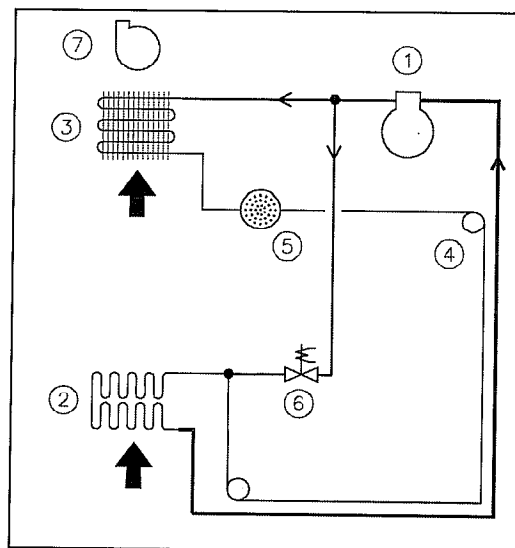

Figura 2 Principio de condensación.
La Figura 2 muestra el principio en el circuito de refrigeración. El aire húmedo es conducido al interior de la unidad mediante el ventilador (7). Cuando el aire pasa a través del evaporador (2) es enfriado por debajo del punto de rocío por lo que parte del vapor de agua que contiene se condensa en agua, la cual es drenada hacia el exterior. Después se hace pasar el aire a través de la batería del condensador (3), con lo que se calienta. El aire cede calor en el evaporador y lo recupera en el condensador, y debido a la energía aportada por el compresor (1), el aire recibe más calor del que pierde. Esta cantidad extra de calor corresponde a un incremento de temperatura de 5°C aproximadamente. La continua circulación del aire a través de la unidad reduce la humedad relativa, dando una rápida y generosa deshumidificación.